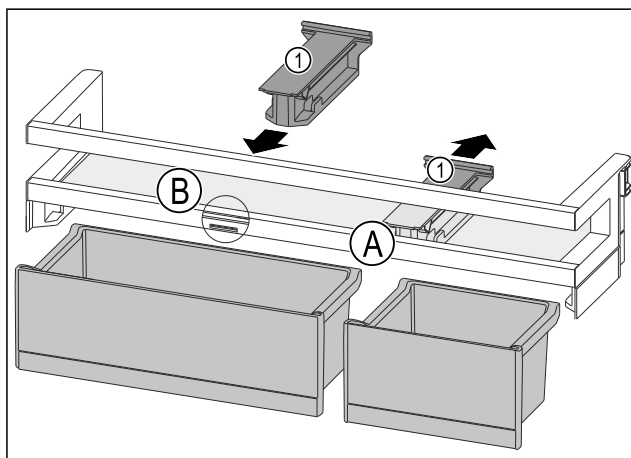

Fig. 174
- ▶ Desprindeți piesa de susținere Fig. 174 (1) din poziție Fig. 174 (A) spre spate.
- ▶ Introduceți piesa de susținere Fig. 174 (1) în poziție Fig. 174 (B).